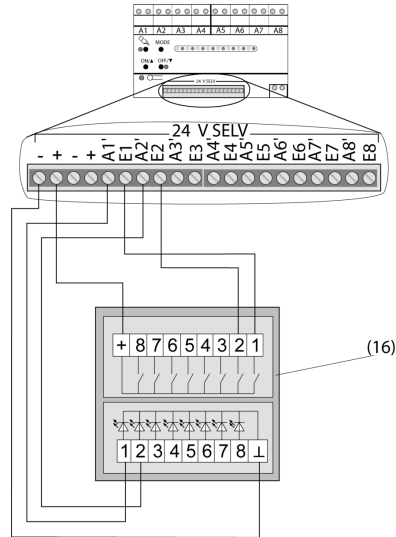
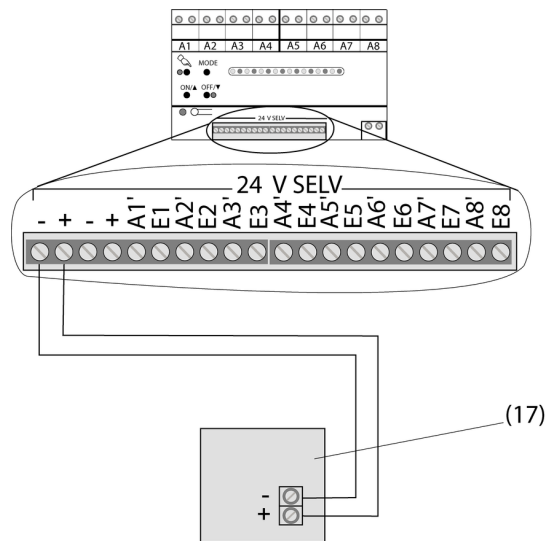
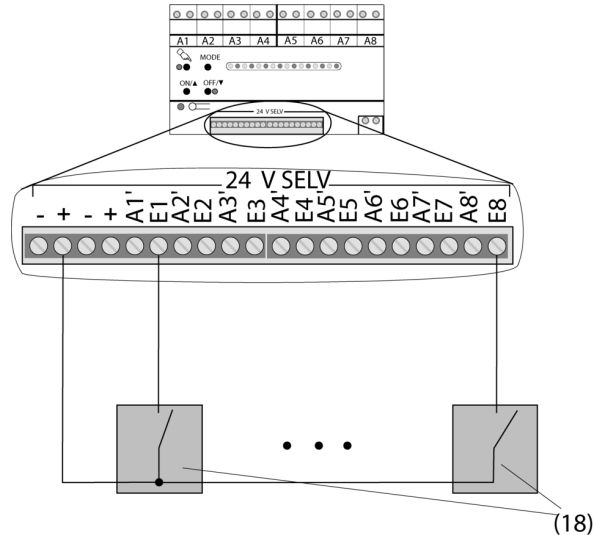

Bild 5: Anschlussbeispiel Tastsensor 4fach
Bild 6: Anschlussbeispiel Sensormodul
Bild 7: Anschlussbeispiel unbeleuchtete mechanische Taster
- Bedienstelle gemäß Anschlussbeispiele anschließen (siehe Bild 5), (siehe Bild 6) oder (siehe Bild 7).